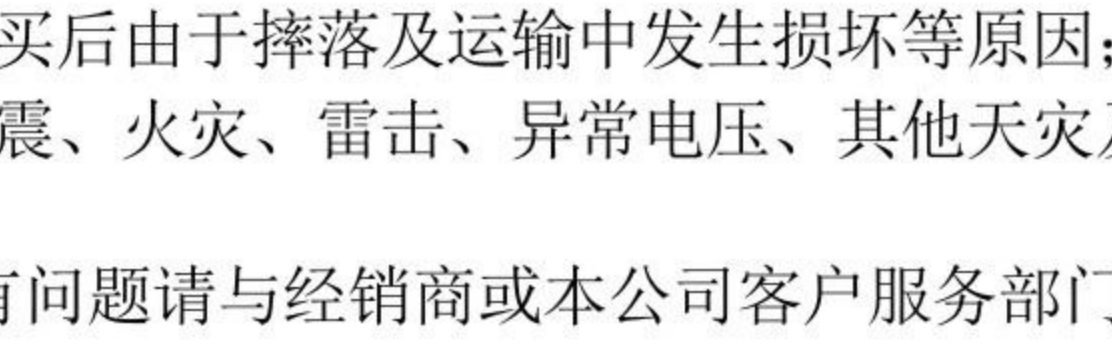

图4 接线图
电涌保护器外形尺寸及安装尺寸见图3、图4
8.6 B型电涌保护器进线端的两接线端子结构将电涌保护器串接在线路中。可减少断路器的使用。接线图见图4